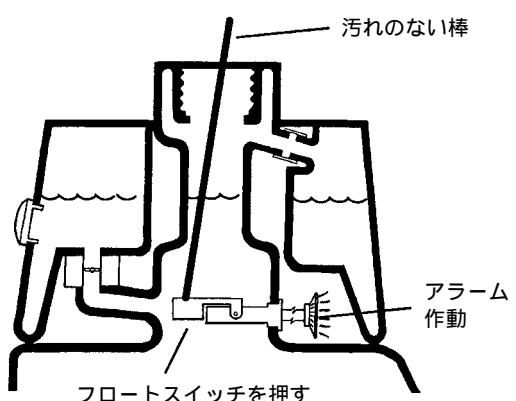

図29
3. 汚れのない棒やドライバを差し込んで、フロートを軽く押さえてやる（図29）。1秒後にアラームが鳴れば正常である。